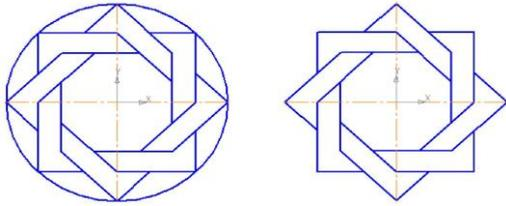

Рис. 11 Рис. 12
- было рассмотрено в практической работе № 3 (при этом будут удалены вспомогательные кривые и точки деления окружности на равные части) – рис. 11.